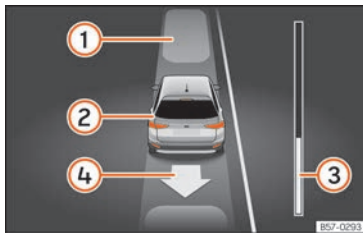

Fig. 252 En la pantalla del cuadro de instrumentos: desaparcicar de un hueco en línea.
Legenda de la **fig. 252:**
La barra de progreso »» fig. 252 ③ indica la distancia que hay que recorrer »» pág. 298.